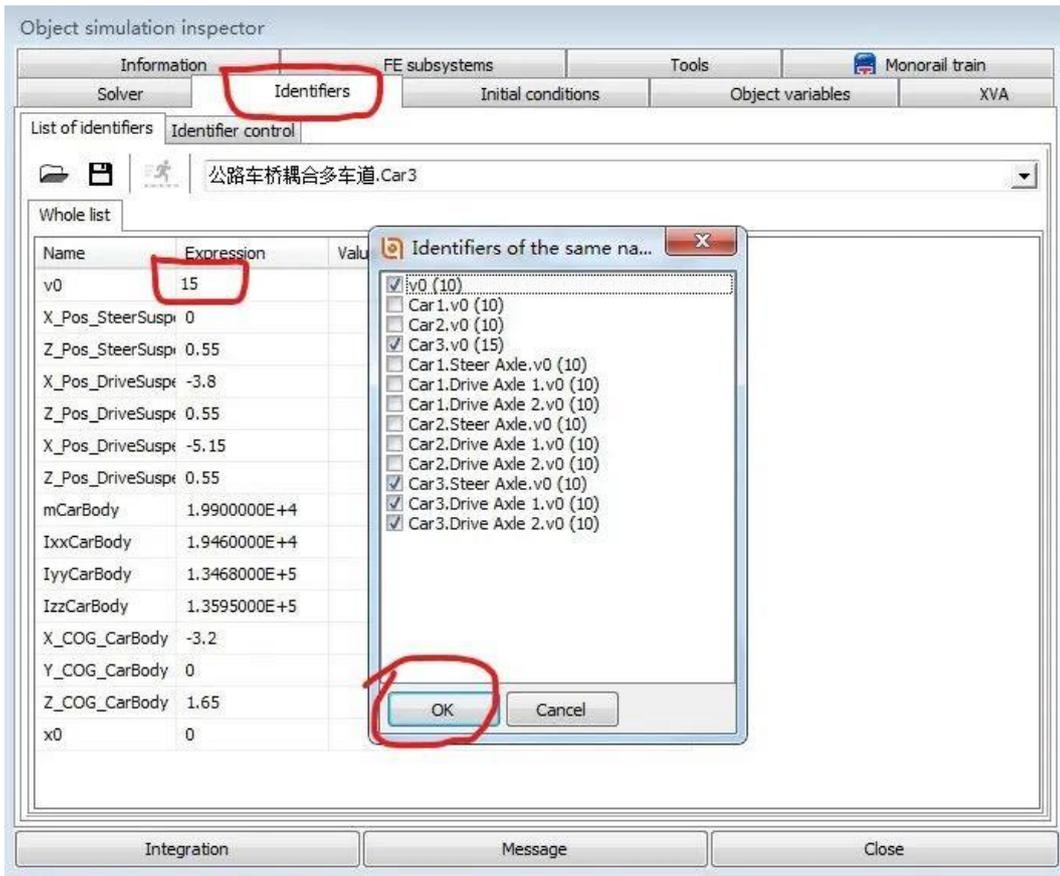

图 038-10
10、再到 **Identifiers** 页面，可以单独设置每个车辆子系统的初始速度 **v0**，如图 038-10 所示（列表中选中的表示要一起更改，未选中的则保持不变）。